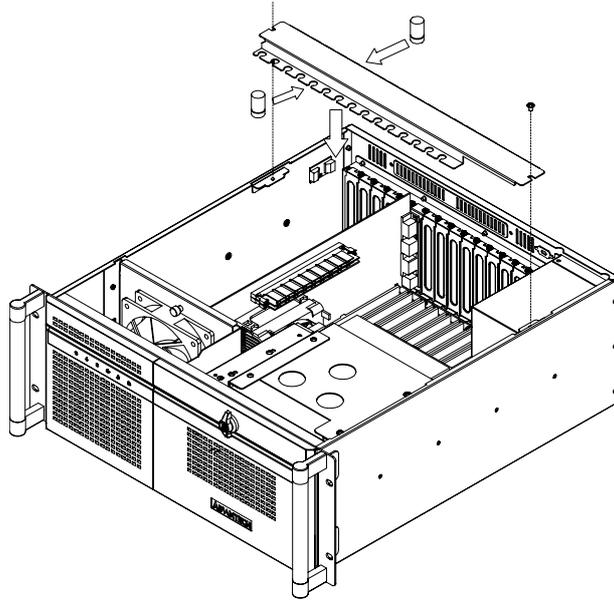

图 2.6：安装橡胶垫和固定压条
1. 固定压条的两侧各有两排凹槽以插入橡胶垫（附件盒中提供）。一侧用于 PCI 卡，另一侧用于 ISA 卡。根据卡的高度不同，橡胶垫向上或向下插入的方向不同。橡胶垫在凹槽中插好后，将保护扩展卡免受振动和撞击造成的损坏（如图 2.6 所示）。